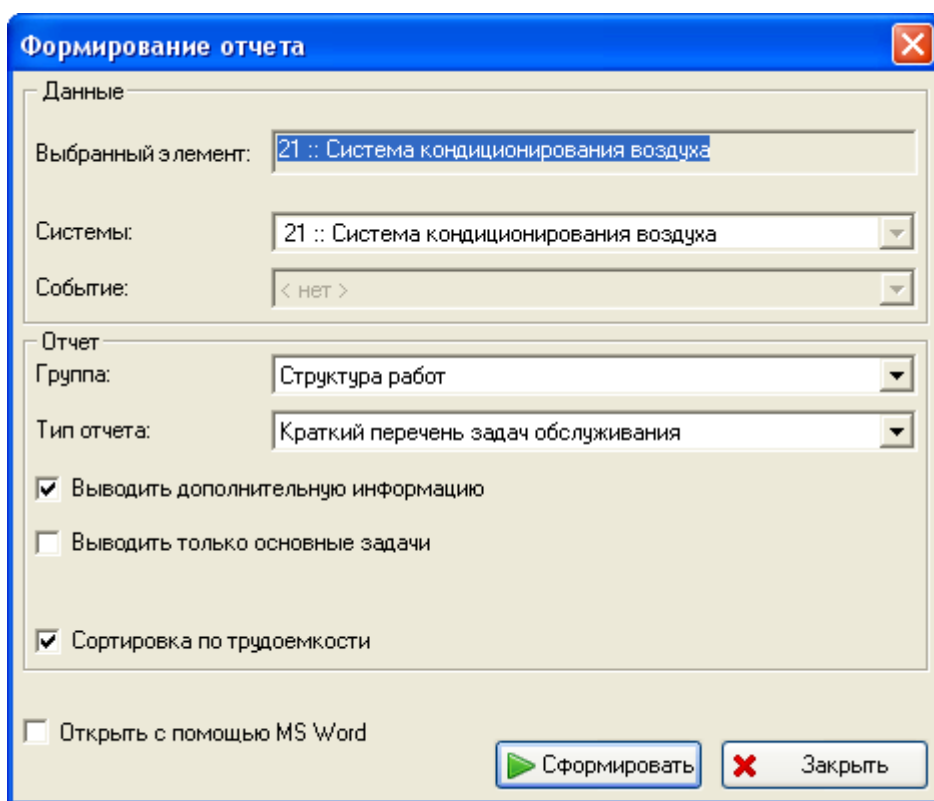

Рис. 2-108
2. На панели инструментов главного окна LSS нажмите на кнопку **Создать отчет** . После этого появится окно **Формирование отчета** (рис. 2-108).